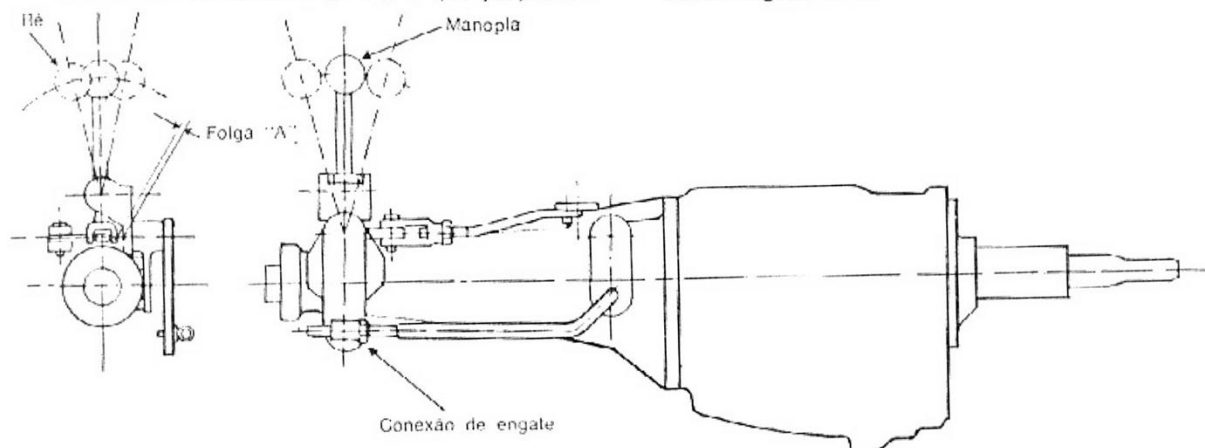

fig. 16 — ajuste das articulações de comando (caixa de mudanças 4 velocidades Clark)
1. Ajustar a conexão de engate, de modo a manter a placa de suporte da alavanca, paralela à linha de centro da transmissão (fig. 16), o que proporciona
2. Encostar a alavanca de mudanças para o lado de ré até eliminar a folga "A" (fig. 16). Em seguida, tentar engatar a ré.
4. Verificar a folga "A", (fig. 16), posicionando a alavanca de mudanças na seleção da 3ª e 4ª velocidades.